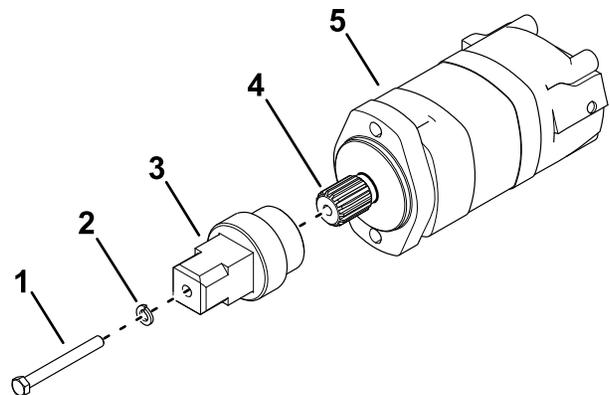

Figure 11
hydraulique, et appliquez une fine couche de graisse sur les cannelures du moteur (Figure 11).
9. Fixez l'adaptateur d'entraînement avec le boulon ($\frac{3}{8}$ x $3\frac{1}{2}$ po) et la rondelle (Figure 11).